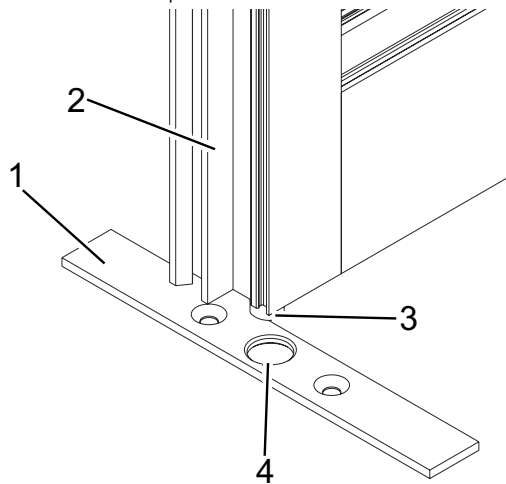

Abb. 21: Bohrschablone positionieren
1. Flügel (Abb. 21/2) in Endposition fahren.
2. Bohrschablone (Abb. 21/1) unter dem Verriegelungsbolzen (Abb. 21/3) positionieren.
3. Flügelverriegelung langsam betätigen und Verriegelungsbolzen (Abb. 21/3) in der Bohrung (Abb. 21/4) der Bohrschablone zentrieren.